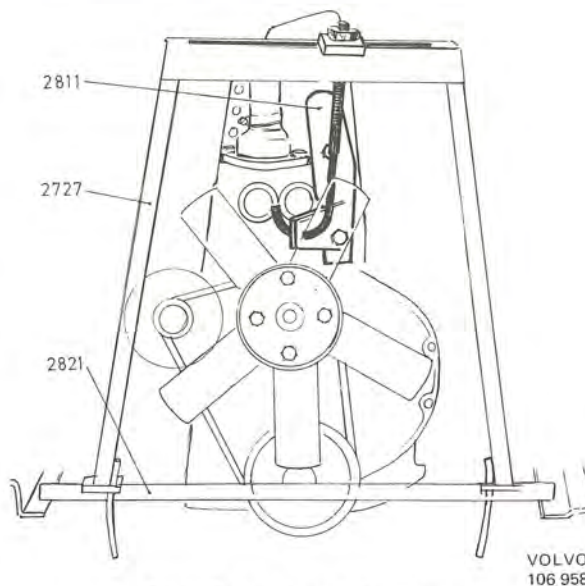

Bild 17. Lyftbygel för motor
1. Skruva fast lyftplatta 2811 i motorn och anbringa lyftbygel 2727 tillsammans med förlängningsstång 2821 enligt bild 17. Lyft motorn tills främre motorfästena blir avlastade.